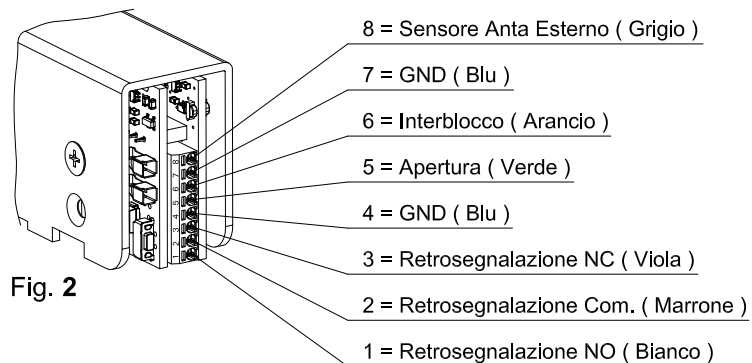

Fig. 2
- Connettore ad 8 poli numerato da 1 a 8 ( vedi Fig.2 ) / Fili: 0,22 - 0,5 mm2 ; Guaina Ø2,1 mm Max